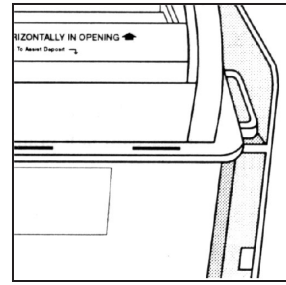

Figura 1
- Con la abertura del depósito de frente, meter por las asas en el armario el recipiente de objetos cortantes, hasta dejarlo colgado por ambas asas apoyadas en las repisas casi en lo alto del armario (Figura 1).